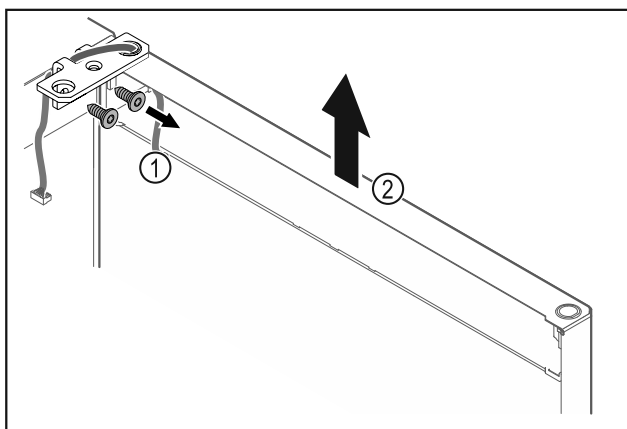

Fig. 17
- Ξεβιδώστε τη γωνία μεντεσέ Fig. 17 (1).
- Σηκώστε την πόρτα μαζί με τη γωνία μεντεσέ Fig. 17 (2) περίπου 200 mm ευθεία προς τα επάνω και αφαιρέστε τη.